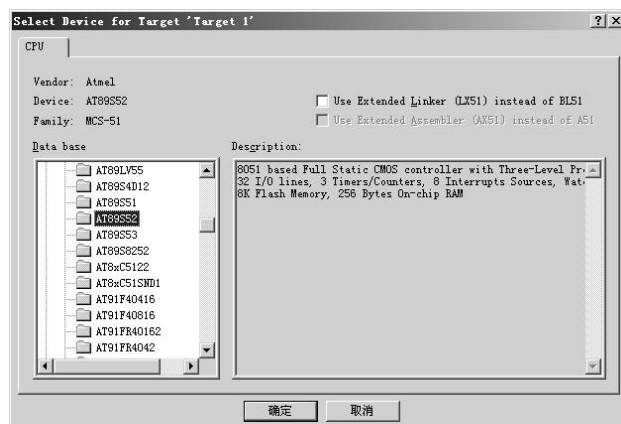

图 1-10 单片机型号选择窗口
(2) 在文件名中输入“HelloRobot”，保存的位置（如 D:\C51 单片机应用与 C 语言程序设计\程序\Chapter 1），可不用加后缀名，单击“保存”按钮，会出现如图 1-10 所示的窗口。